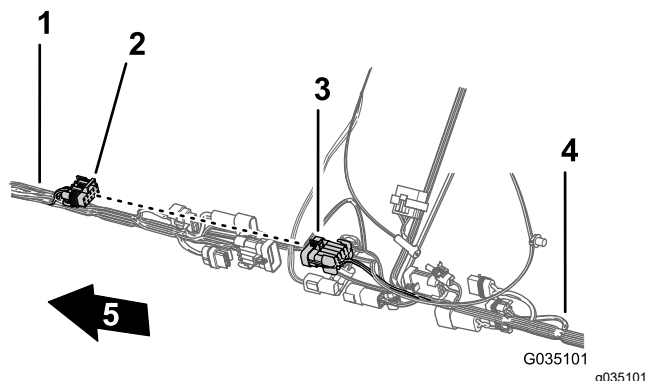

Рисунок 87
2. Подсоедините 10-гнездовой разъем переднего жгута проводов для промежуточного соединения жгута проводов опрыскивателя к 10-штыревому разъему заднего жгута проводов для промежуточного соединения жгута проводов опрыскивателя (Рисунок 87).